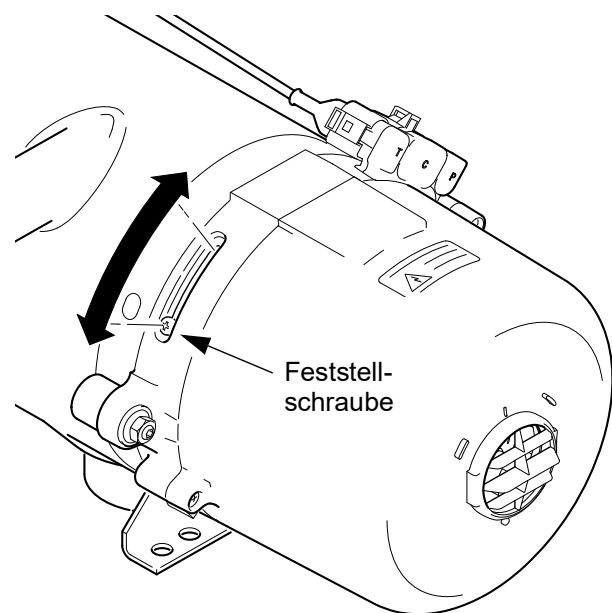

Abb. 701 Feststellschraube zum Einstellen des CO₂-Wertes
4. Feststellschraube lösen (siehe Abb. 701) und Einstellring mit der Feststellschraube verschieben bis der Sollwert erreicht ist.